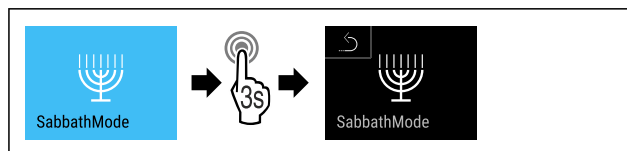

Fig. 13
- ▶ Выполните шаги действия (см. Fig. 13) .